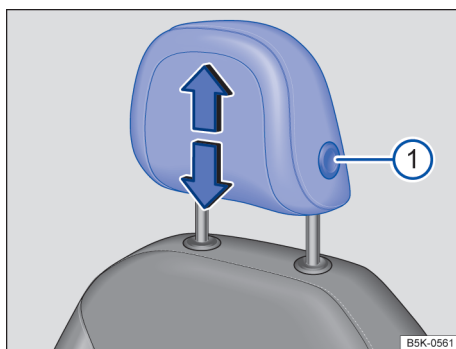
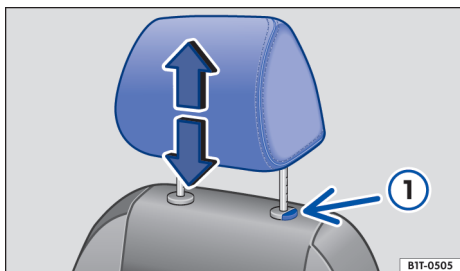

Fig. 67 Apoio para cabeça dianteiro: ajustar (variante 1).
Fig. 68 Apoio para cabeça dianteiro: ajustar (variante 2).
- Empurrar o apoio para cabeça para cima ou para baixo com o botão → Fig. 67 ou → Fig. 68 pressionado.